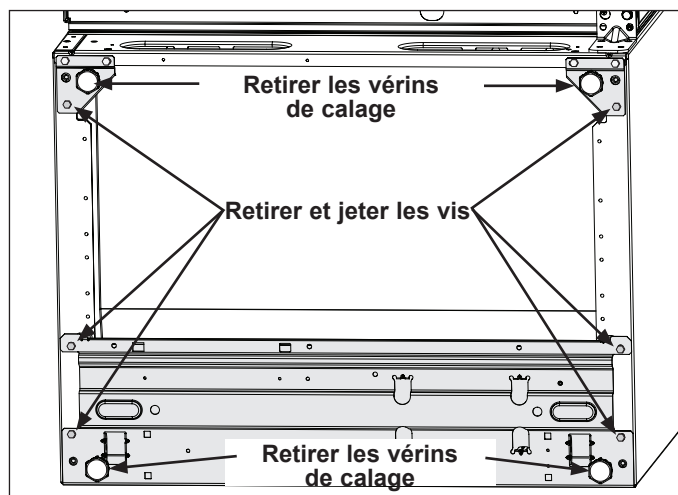

Figure 3
- b. Retirez les trois (3) vis de chacun des côtés et jetez-les. (Voir la Figure 3).